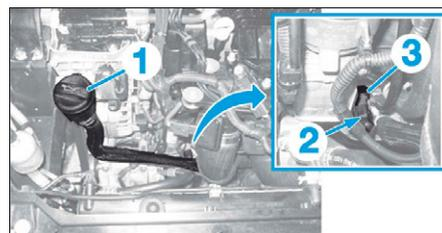

FIG. 29
- Déposer et écarter la goulotte de remplissage d'huile moteur (1) (Fig.29).